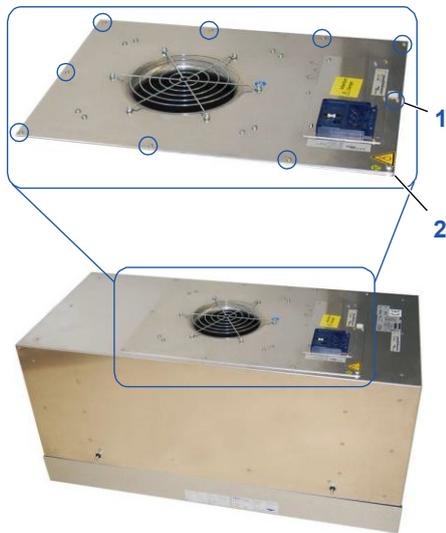

Figure 18 : Retirez le ventilateur
3. Desserrez les neuf (9) vis de raccordement Figure 18 /1 et la vis de mise à la terre Figure 18 /2 pour la mise à la terre sur site.
6. Insérez le ventilateur et serrez les neuf (9) vis de raccordement Figure 18 /1 ainsi que les vis de mise à la terre correspondant à la mise à la terre sur site Figure 18 /2.